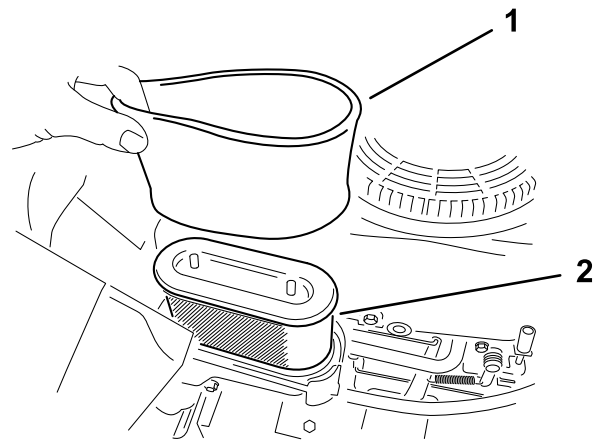

Figura 32
5. Retire cuidadosamente los elementos de gomaespuma y papel de la carcasa del limpiador de aire (Figura 32).
1. Instale el filtro de gomaespuma sobre el filtro de papel (Figura 32).